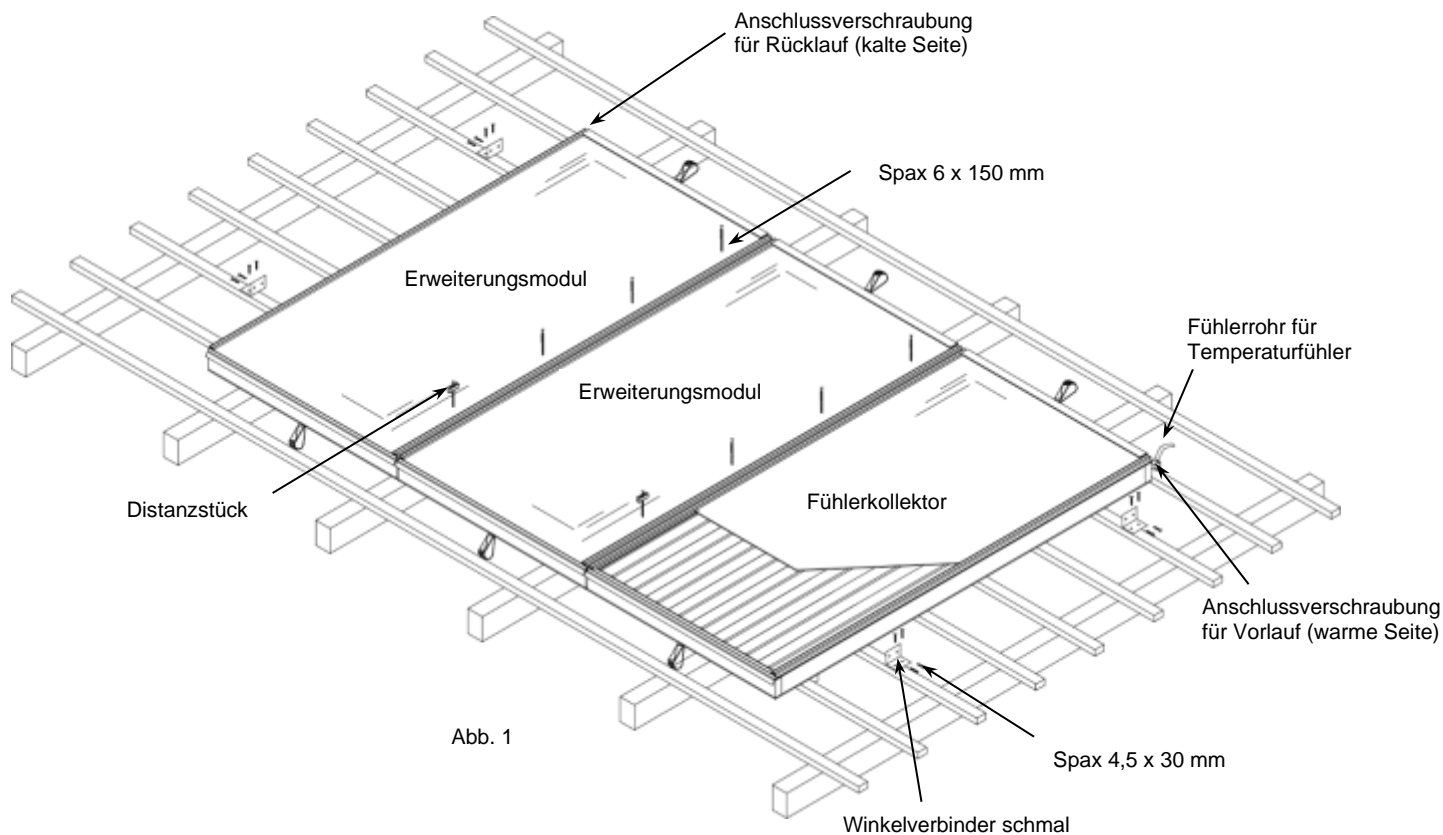
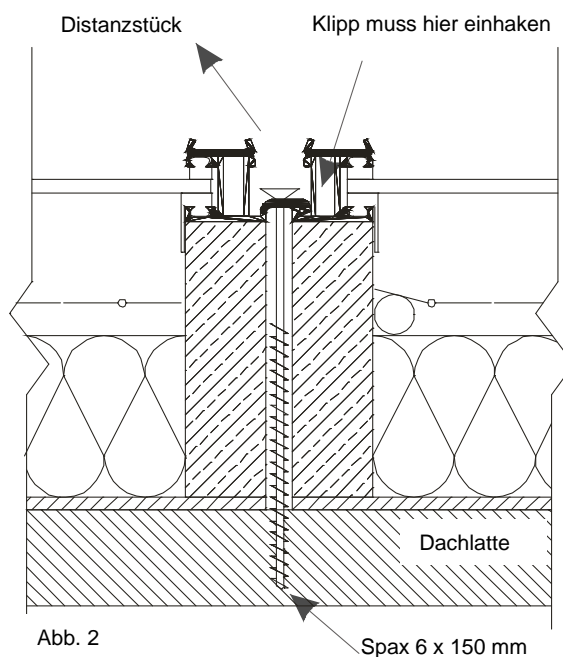
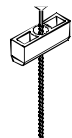

Abb. 1
Abb. 2
Abb. 7
- Die Erweiterungsmodule werden ebenso auf die Dachlatten gelegt und von links an den Kollektor herangeschoben. Abstand so lange verringern, bis die Klipsverbindung zwischen beiden Kollektoren einhakt (Abb. 2).
8. Mittels beigepackter Spax 6 x 150 mm erfolgt die Befestigung durch die Langlöcher zwischen 2 Kollektoren an den Dachlatten (Abb. 1, Abb. 2).
Achtung! Um den richtigen Abstand zwischen den Kollektoren zu erhalten unbedingt mitgelieferte Distanzstücke beilegen (Abb. 1, Abb. 2, Abb. 7)!
9. Mit Hilfe der mitgelieferten Winkelverbinder werden die jeweils äußeren Kollektoren an der linken und rechten Seite des Kollektorfeldes je 2-mal an den Dachlatten befestigt (Abb. 1, Abb. 3).